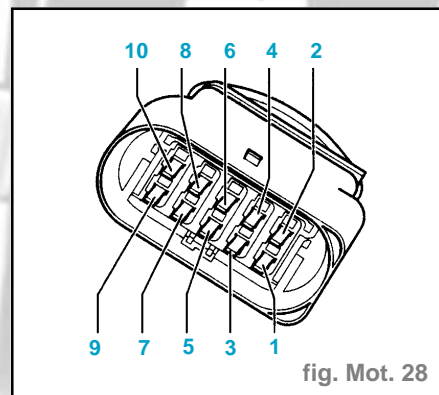

fig. Mot. 28
- Raccorder le multimètre aux contacts 9 et 10 pour la mesure ohmique (fig. mot. 28)
- Raccorder le multimètre aux contacts suivants de la fiche de pompe d'injection pour la mesure ohmique (fig. mot. 28).